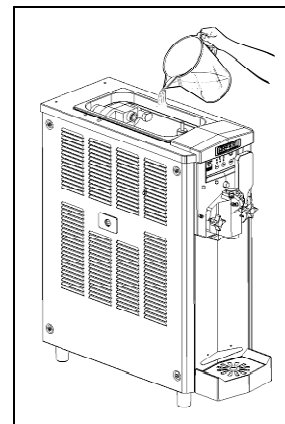

Fig. 14
- Una volta svuotata completamente la macchina, riempire la vasca superiore con acqua calda (fig.14) ed attendere alcuni minuti.